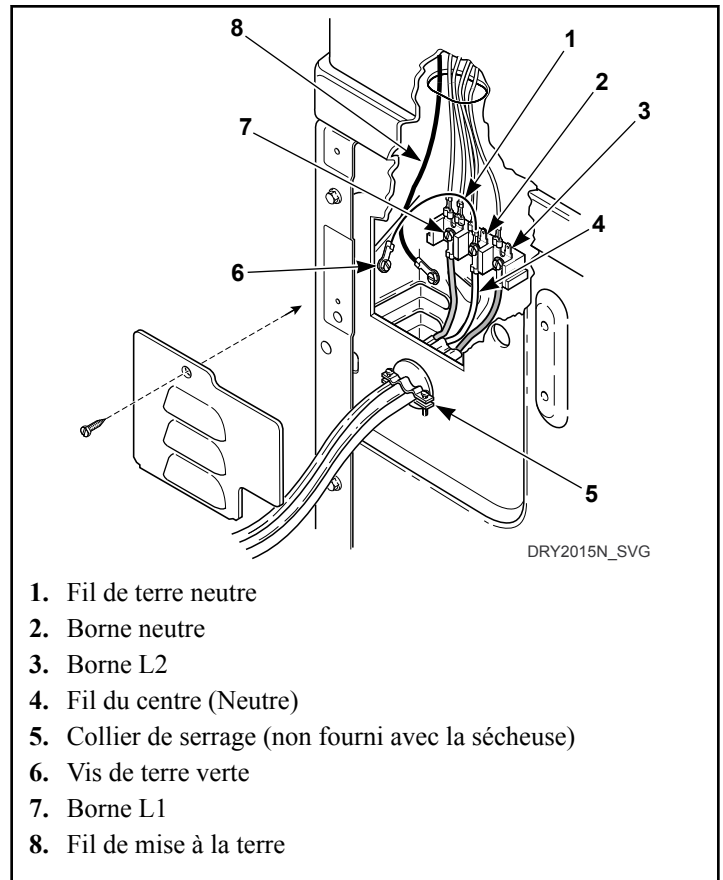

Figure 21
6. Utiliser les trois vis argentées enlevées à l'étape 3 pour attacher les fils du nouveau cordon d'alimentation et l'autre bout du fil de terre vert au bornier comme indiqué à la Figure 21 .